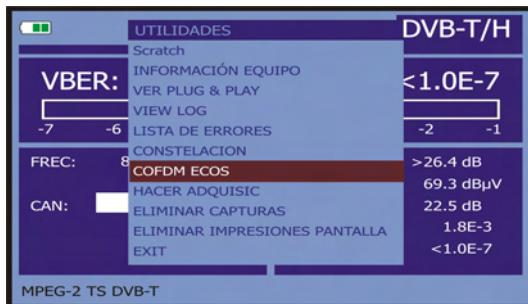

Figura 48.- Menú COFDM ECOS.
2. Seleccionar la opción **COFDM ECOS** (Figura 48.-).